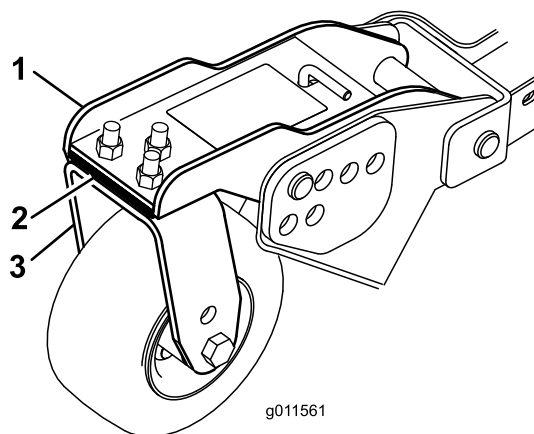

Figure 92
1. Enlevez les vis et écrous de fixation du bras de la roue pivotante à la fourche (Figure 92).